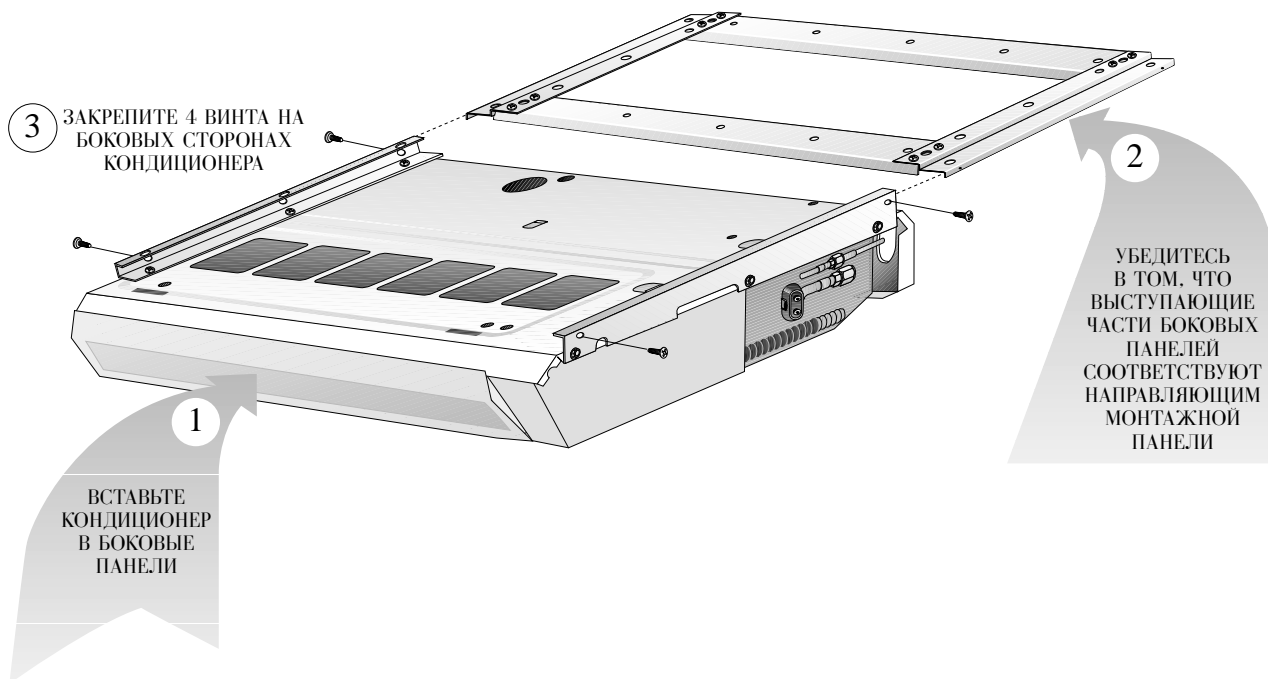

Рис. 6
- С помощью 4 боковых винтов закрепите кондиционер воздуха на установочном кронштейне (см. рис. 6).